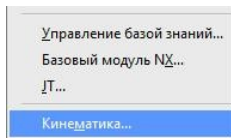
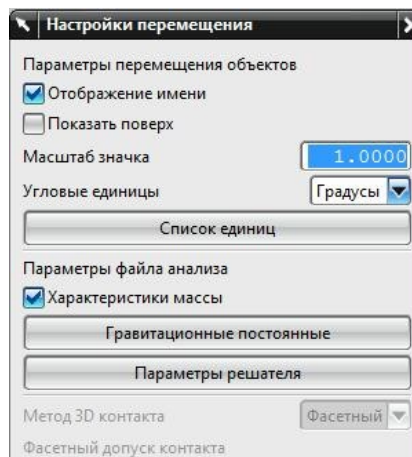
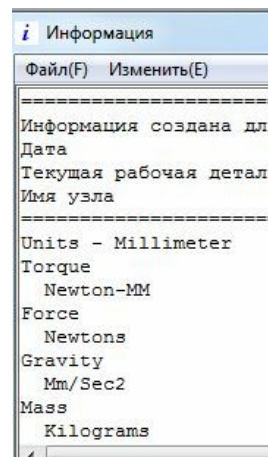

рис.7
рис.8
рис.9
- Естественно, возникает вопрос о единицах измерения. Для ответа на этот вопрос в режиме *Симуляции движения* выполните команду *Настройки \ Кинематика* (рис.7). В ответ появится диалоговое окно рис.8. А если вы в этом окне “нажмете” на клавишу *Список единиц*, то система предоставит вам в *информационном окне* все необходимые сведения (рис.9).